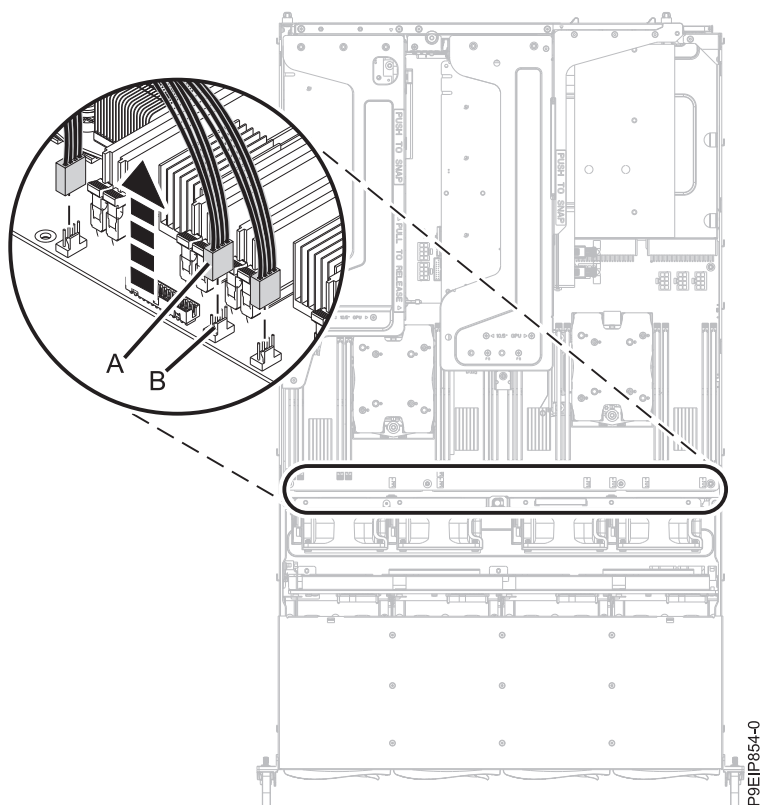

Figura 63. Desconectando os cabos do ventilador
6. Desconecte os quatro cabos de energia do ventilador do painel traseiro do sistema conforme mostrado na Figura 63 na página 54. Libere o clipe do conector **(B)** e cuidadosamente puxe para cima o conector **(A)** do painel traseiro do sistema. Não puxe os fios.